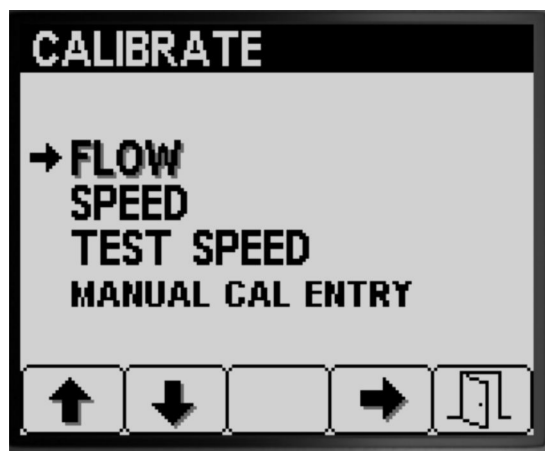

Figura 41
2. Pulse el botón 1 o el botón 2 del submenú CALIBRACIÓN para desplazarse a la opción CAUDAL (Figura 41).
3. Pulse el botón 4 para seleccionar la opción Calibración del caudal (Figura 41).